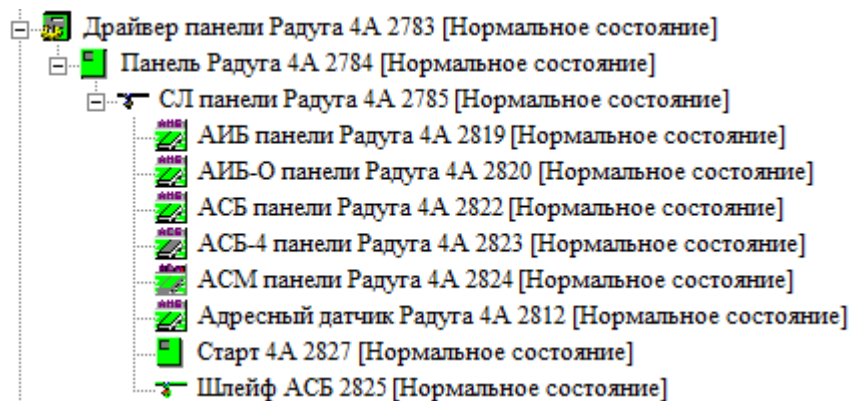

Рисунок 1 - Дерево конфигурации элемента **Драйвер панели Радуга 4А**
6. Сохраните изменения и запустите драйвер с параметром **В выделенном приложении**. Все элементы дерева конфигурации должны окраситься в зеленый цвет (рисунок 1). Состояния элементов должны перейти в [Нормальное состояние]. В противном случае проверьте правильность задания адреса, внесите изменения и перезапустите драйвер.